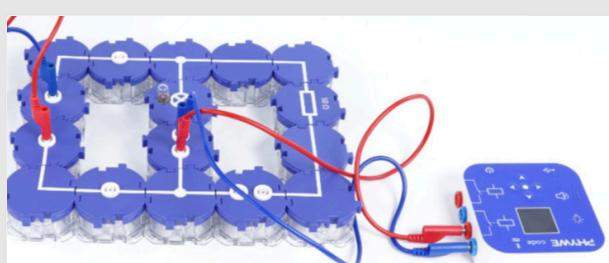

Fig. 3
- Branchez les deux connexions supérieures du code Cobra SMARTSense sous l'ampoule. Les deux connexions supérieures sont celles qui se trouvent à la hauteur du logo PHYWE. (Fig. 3)